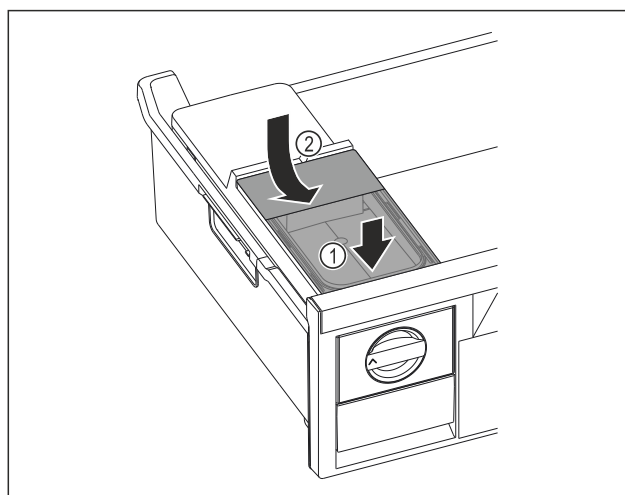

Fig. 110
- ▶ Sæt vandtanken i forfra. Fig. 110 (1)
- ▶ Sænk vandtank ned bagest. Fig. 110 (2)